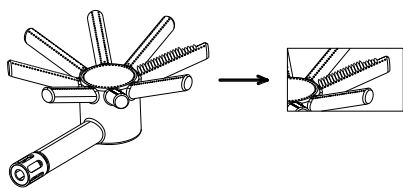

Abbildung 2
- Wenn das Gerät die Flamme in Abbildung 2 aufweist, sollten Sie Folgendes überprüfen: